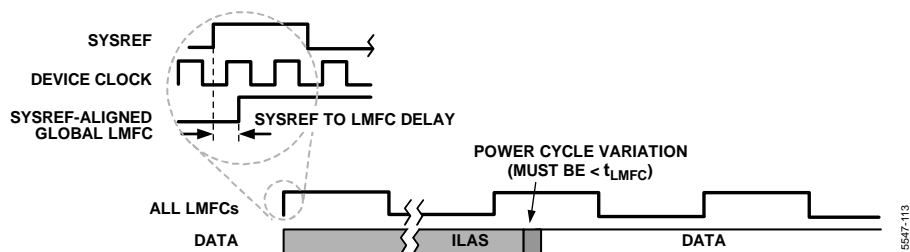

図 118. SYSREF と LMFC
トランスポート層のセクションに示すように、JESD204B プロトコルは、データ・サンプルをオクテット、フレーム、およびマルチフレームに構成します。LMFC は、これらのマルチフレームの開始時に同期します。サブクラス 1 動作では、図 118 に示すように、1つのリンク内の各デバイスまたは複数リンク内の各デバイスに関し、SYSREF を使用して LMFC を同期します (AD9208 内では、SYSREF は内部サンプル・デバインドも同期します)。JESD204B レシーバーは、マルチフレームの境界とバッファリングを使用して、レーン間 (または複数デバイス間) の遅延が一定になるようにする他、電源のオン/オフやリンク・リセットなどの場合も遅延値が変わらないようにします。
- すべてのレーン、リンク、デバイスにおける合計遅延変動は、1 LMFC 以下でなければなりません (図 118 を参照)。これには可変遅延と、システム内のレーンごと、リンクごと、およびデバイスごとの固定遅延の差が含まれません。